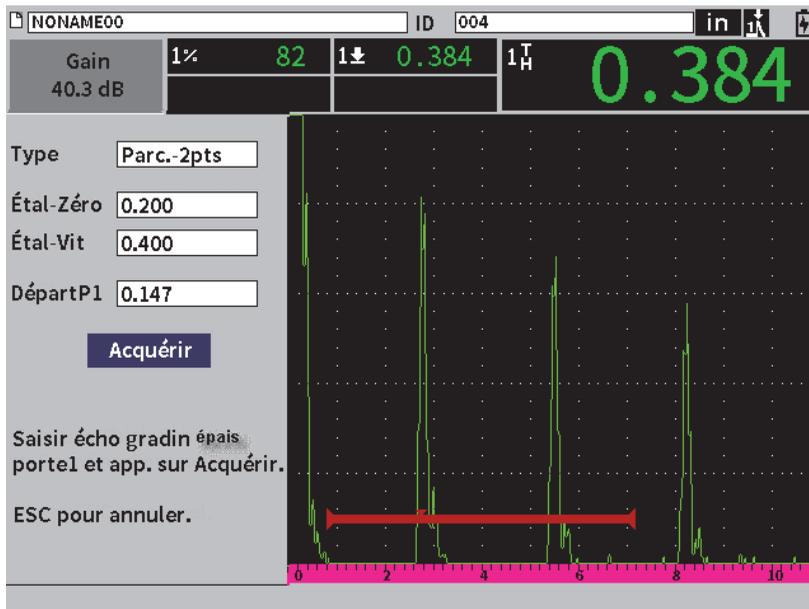

Figure 8-6 Étalonnage — Prêt à acquérir l'écho du gradin épais
9. Appuyez sur la touche de tabulation pour sélectionner le bouton **Acquérir**, puis sur la touche d'entrée pour saisir l'écho du gradin mince (voir Figure 8-6 à la page 120).
12. Appuyez sur la touche de tabulation pour sélectionner le bouton **Acquérir** (voir Figure 8-6 à la page 120).